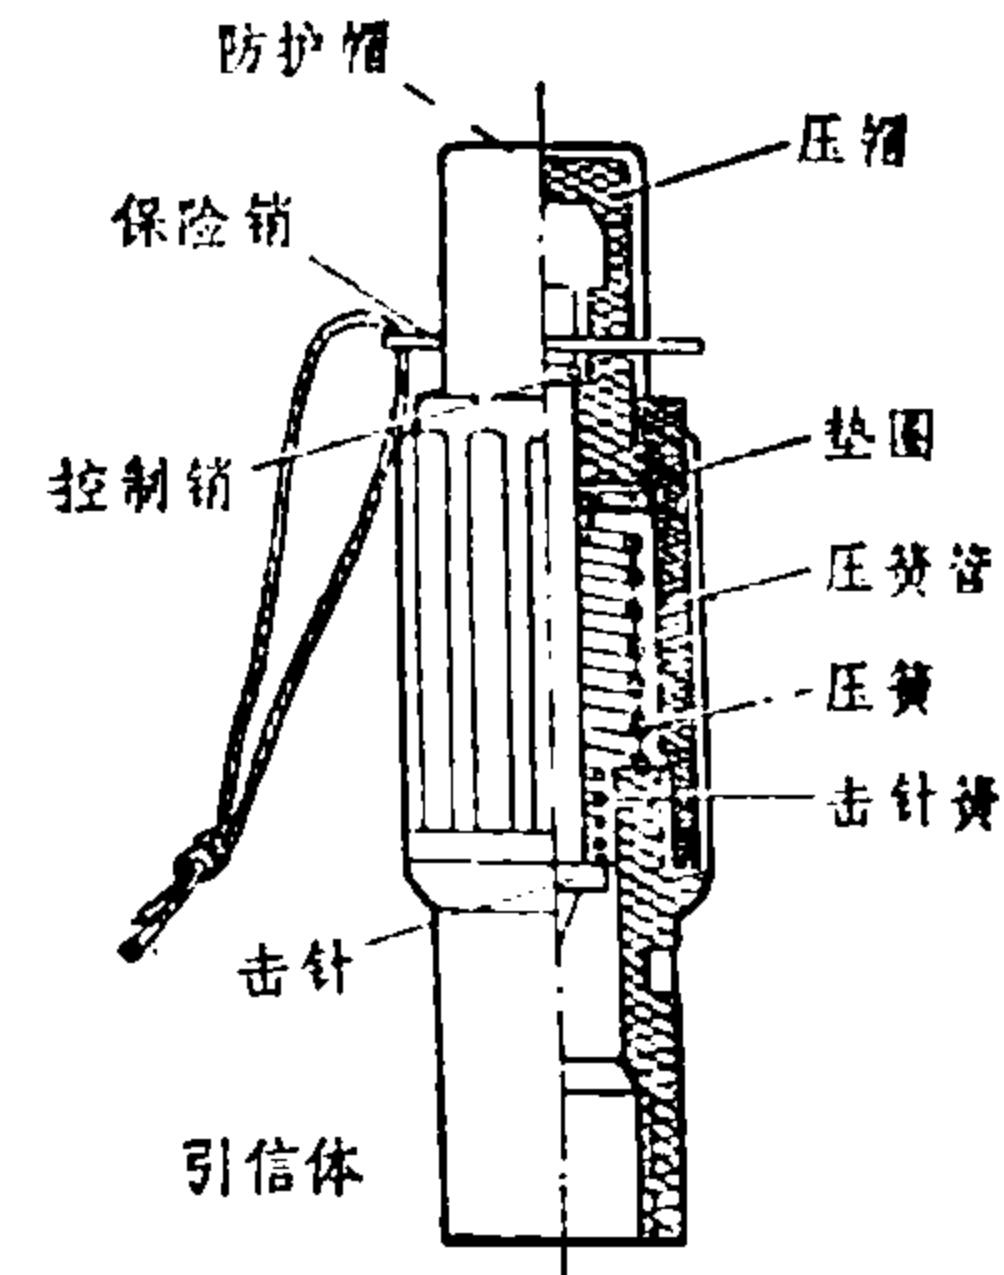

图32 六九式压、拉两用引信
1. 引信（图32）由防护帽、压帽、保险销、控制销、垫圈、压簧、压簧管、击针、击针簧、引信体等部组成。